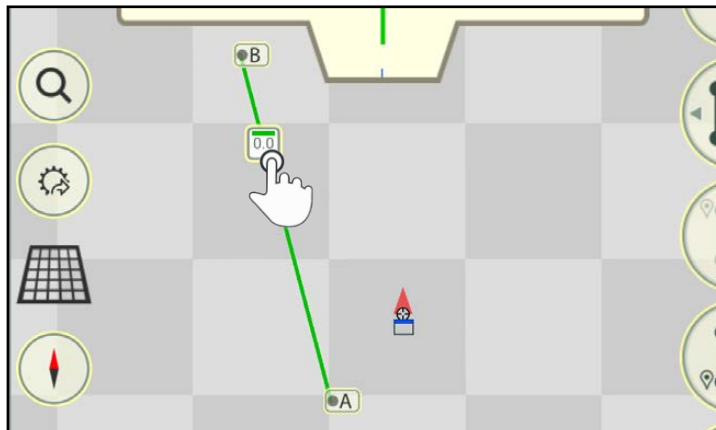

Abb. 116: Spurmarker antippen
1. Tippen Sie auf einen Spurmarker bzw. den Referenzspurmarker (siehe Abb. 116).